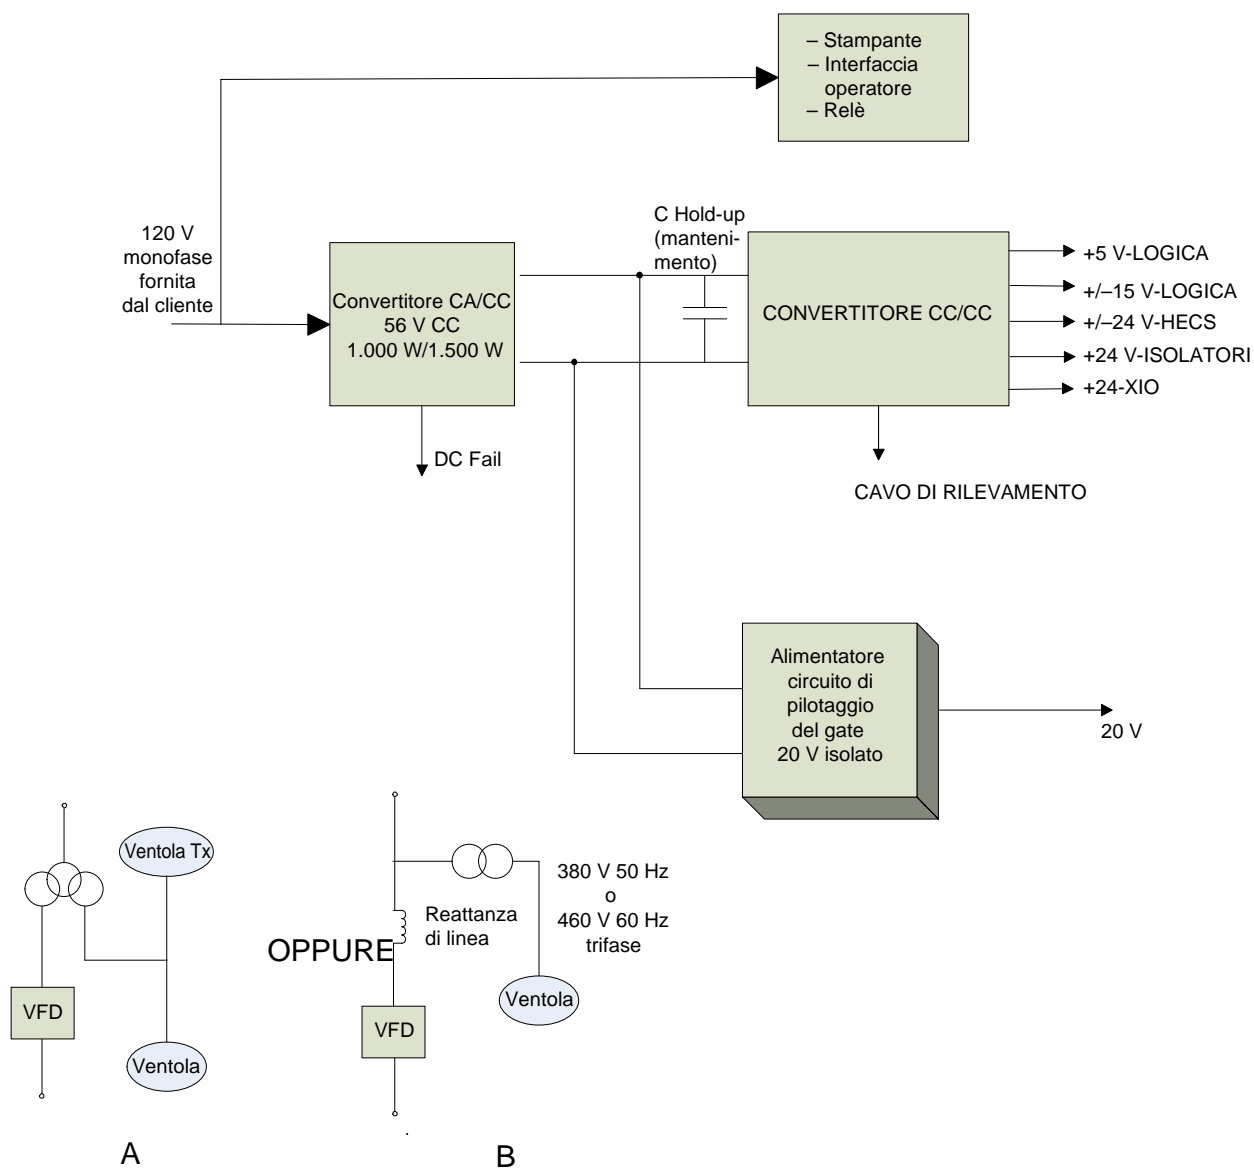

Figura 4.28 – Raddrizzatore AFE con trasformatore di isolamento separato (Configurazione 2) o Configurazione 1 senza avviatore di ingresso integrato
2. Configurazione 1 (Direct-to-Drive) – fare riferimento alla Figura 4.28 (B)
– fare riferimento alla Figura 4.28 (A)
La Figura 4.28 illustra la distribuzione dell'alimentazione di controllo per gli inverter AFE con trasformatore/avviatore remoti (A) o reattanza di linea integrata con avviatore remoto (B).